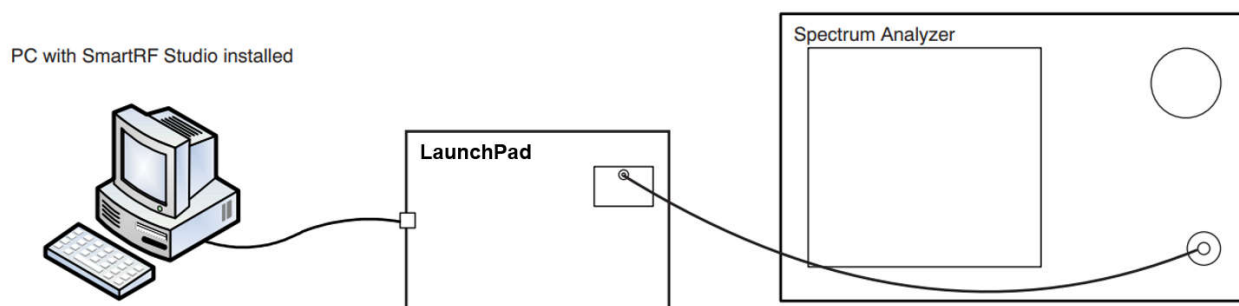
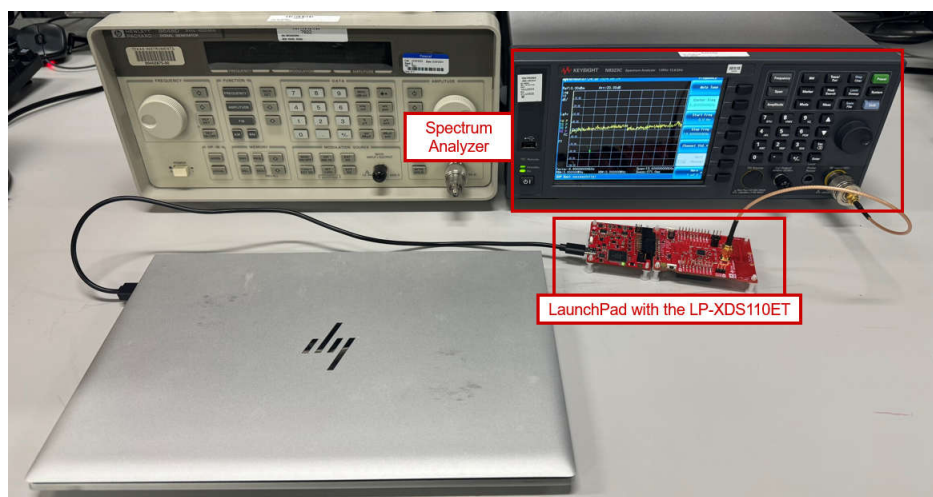

図 6-1. 高周波クロック チューニングの設定図
図 6-2. 高周波クロック チューニング ベンチの設定
- ステップ 1: 図 6-1 および 図 6-2 に示すように、機器を接続します。